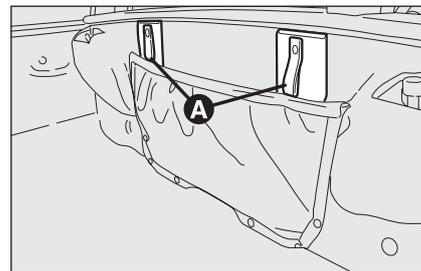
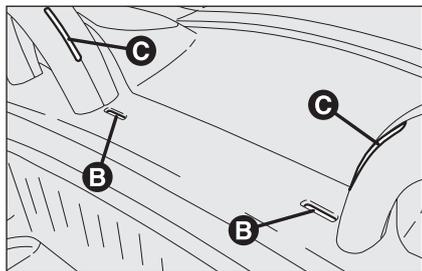

fig. 76
fig. 77
- Aprire i due sportellini tirando le rispettive linguette **A-fig. 76** e svitare i due pomelli di fissaggio dei tappi. Togliere i tappi e inserire il Wind stopper nelle due feritoie orizzontali **B-fig. 77** e nelle due feritoie laterali **C** realizzate sui roll bar e assicurarsi del corretto posizionamento.